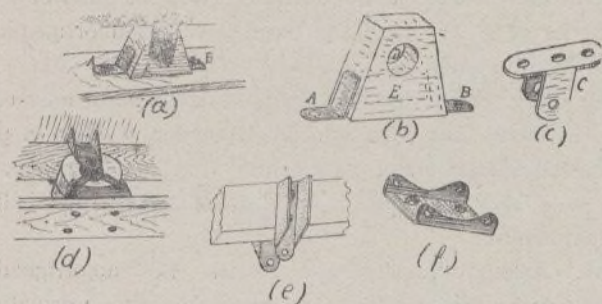

Fig. 202
67. AMORTIGUADORES DEL PATÍN.—Los amortiguadores empleados suelen ser tacos de goma de forma prismática o cilíndrica. Los primeros (fig. 202 b), consisten en un taco de goma E provisto de un agujero circular D, atravesando dicho taco una pletina de acero AB. Su montaje sobre el aparato está representado en la figura 202 a y se lleva a cabo en la siguiente forma: el taco de goma, por medio de la pletina AB, se sujeta con pernos al patín, un herraje C (representado en detalle en la figura 202 c) se atornilla a la quilla del aparato, y entre sus dos ramas descendentes se introduce el taco de goma; un perno pasado por los taladros de las ramas del herraje C y por el interior del agujero del taco de goma termina el montaje. En la figura hemos dibujado solamente un taco de goma, en realidad se suelen colocar dos de ellos uno